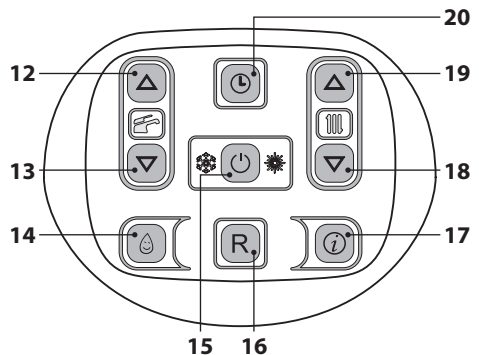
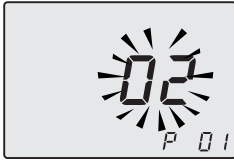

Figura 5.61
Figura 5.62
- Entrare in "modalità programmazione" premendo contemporaneamente per 10 secondi i tasti 15 - 18 - 19 (Figura 5.61) fino a far apparire sul display LCD le lettere **P01**, indicanti l'entrata nel "parametro 01" (Figura 5.62).
- Premendo il tasto 15 (Figura 5.61) si ottiene la conferma del valore inserito.